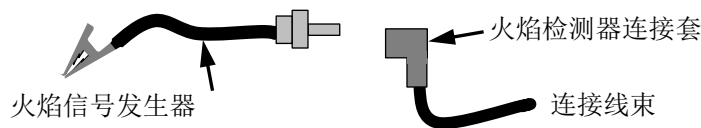

图 5-6: 连接火焰信号发生器
- c) 当 C-More 控制器进入点火阶段时，控制面板将显示 **IGNITION TRIAL**（试点火）。此时将弹簧夹（见图 5-6）连接到裸露的金属表面或接地。C-More 控制器现在应该显示 **FLAME PROVEN**（点火成功），并开始递增到 100% 燃烧率。请注意，此时锅炉内不存在燃气或火焰。